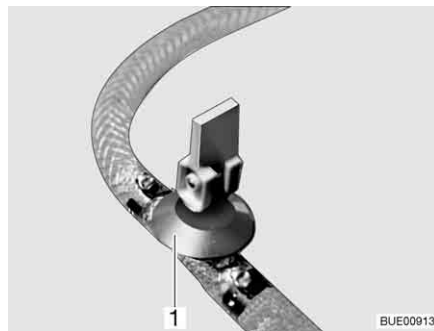

Bild 129 Avtappningskran
- Stäng avtappningskranen/avtappningskranarna. Ställ vipparmen (Bild 129,1) i vågrätt läge.
- Öppna avtappningskranen/avtappningskranarna (Bild 129). Ställ vipparmen (Bild 129,1) i lodrätt läge. Varmvattenberedaren töms utåt.